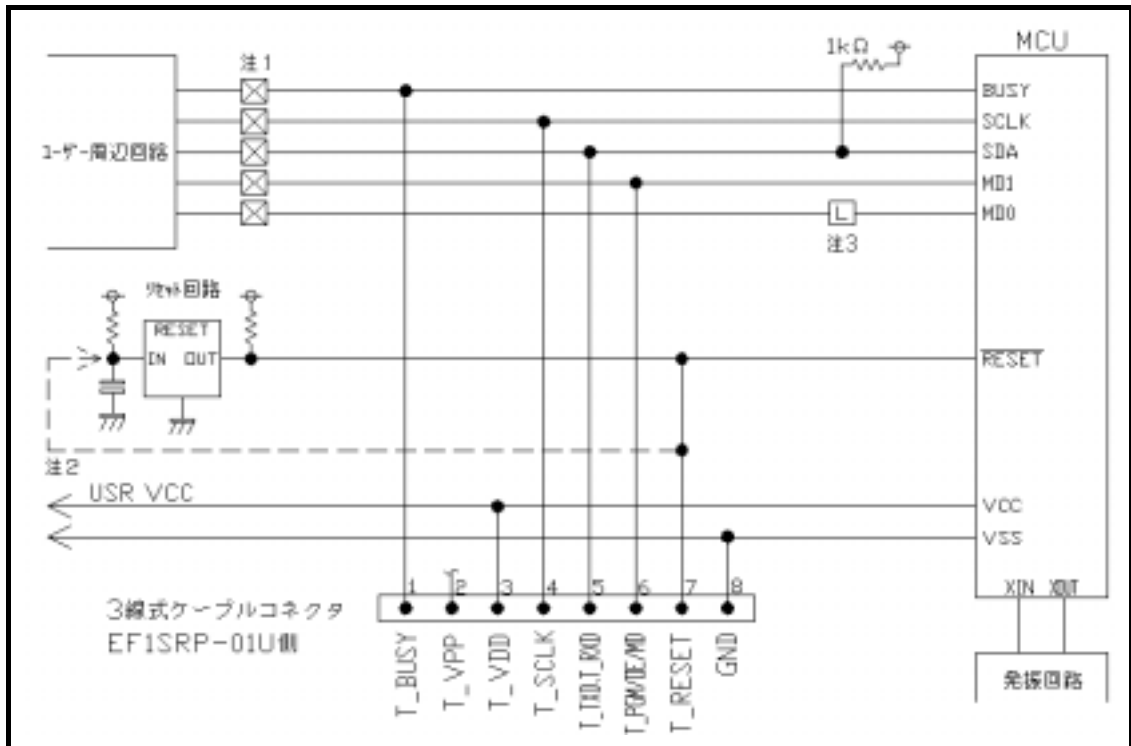

図 4 . 1 ユーザーターゲット推奨回路図
(1) 7 9 0 0 シリーズのユーザーターゲット M C U 推奨回路を図 4 . 1 に示します。